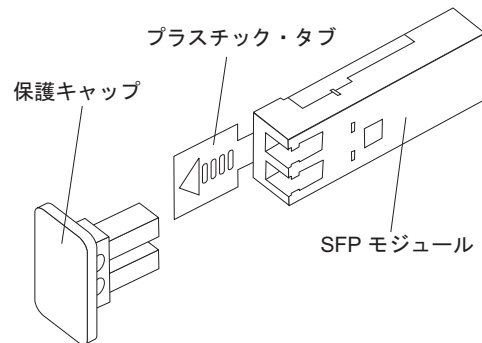

図 23. SFP モジュールおよび保護キャップ
2. 図 23 に示されているように、SFP モジュールから保護キャップを取り外します。将来の利用に備えて、保護キャップを保管しておきます。
2. 必要があれば、45 ページの図 23 に示されているように、SFP モジュールから保護キャップを取り外します。将来の利用に備えて、保護キャップを保管しておきます。